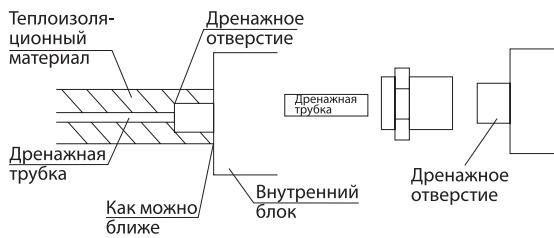

Рисунок 26 - Подсоединение дренажной трубы к внутреннему блоку
- Дренажный трубопровод должен быть надлежащим образом изолирован, чтобы предотвратить образование конденсата. Толщина теплоизоляционного материала должна быть не менее 9 мм (см. рис. 26).